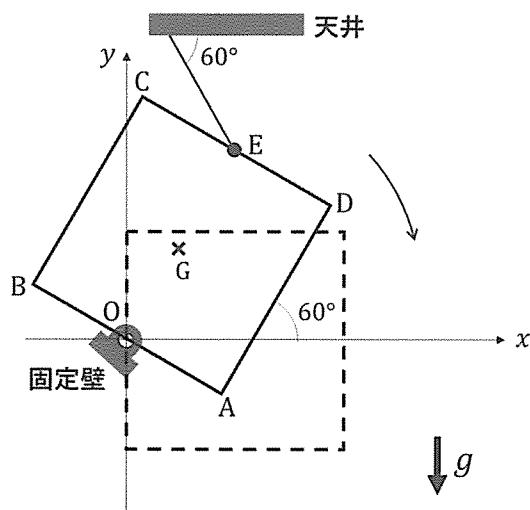

図 1
- (3) 支持反力 R_x 、 R_y 、および糸の張力 T を求めよ。
- (4) 糸を静かに切り離した後、剛体 ABCD は回転運動を始めた。剛体 ABCD が 60° 回転し図 1 の点線の位置に達したときの回転角速度 ω を求めよ。 I_0 を用いてもよい。
- (5) 剛体 ABCD が 60° 回転した図 1 の点線の位置での剛体 ABCD の点 O まわりの回転の運動方程式を示せ。ただし、回転の角加速度を α とする。 I_0 を用いてもよい。
- (6) 剛体 ABCD が 60° 回転した図 1 の点線の位置での重心 G の速度成分 (v_x, v_y) と加速度成分 (a_x, a_y) を求めよ。 I_0 を用いてもよい。